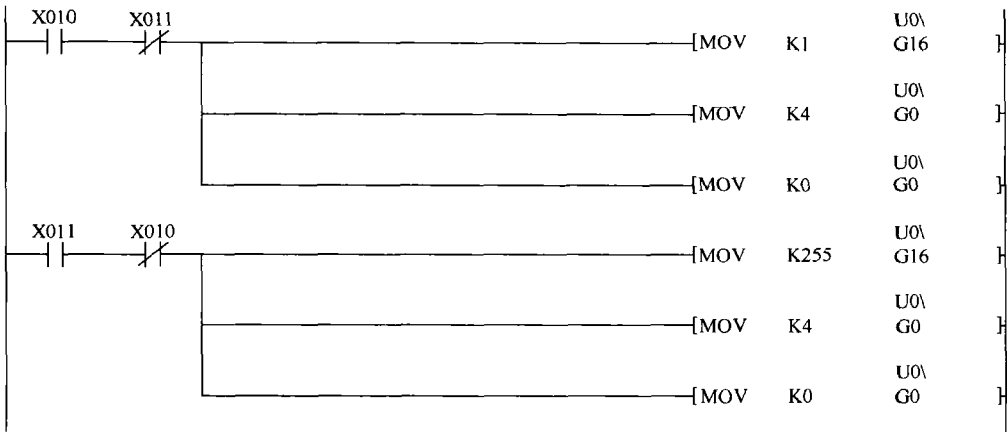

图 5-3 FX_{0N}—3A 的 D/A 通道的偏移/增益调整程序
FX_{0N}—3A 的 D/A 通道的偏移/增益调整程序如图 5-3 所示。
(1) D/A 输出偏移校准 运行图 5-3 所示程序，使 X010 为 ON，X011 为 OFF，调整模块 D/A 的 OFFSET 电位器，使输出值满足表 5-5 所示的电压/电流值。
(2) D/A 输出增益校准 运行图 5-3 所示程序，使 X011 为 ON，X010 为 OFF，调整模块 D/A 的 GAIN 电位器，使输出满足表 5-6 所示的电压/电流值。